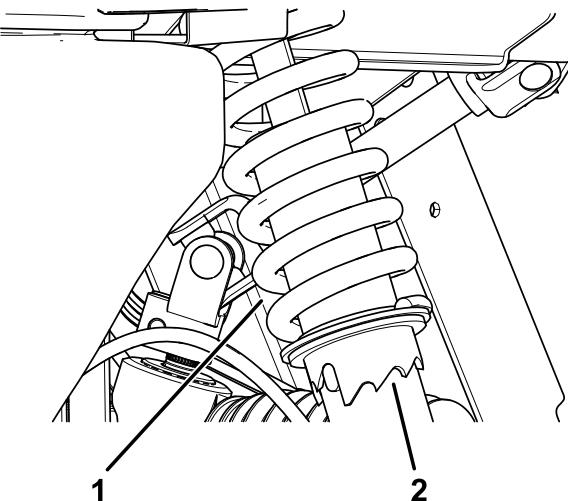

Figure 46
1. À l'aide de l'outil Toro n° 6010, tournez la bague sur l'amortisseur pour changer la précharge du ressort (Figure 46).